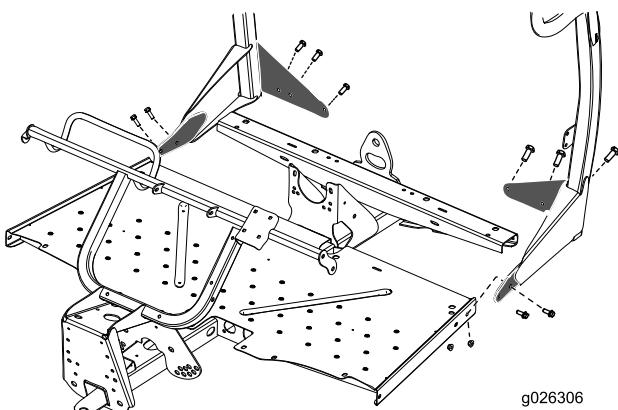

Figura 6
- Coloque el ROPS en la máquina según se muestra en Figura 6, alineando los taladros de montaje en los lados y en la parte trasera.
- Sujete el ROPS a los lados de la chapa de suelo con los otros 4 pernos (3/8") y 4 tuercas (3/8") (Figura 6).